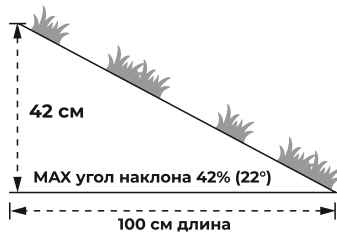

Рис. 6
5) Максимальный угол наклона составляет 22°. (рис. 6)